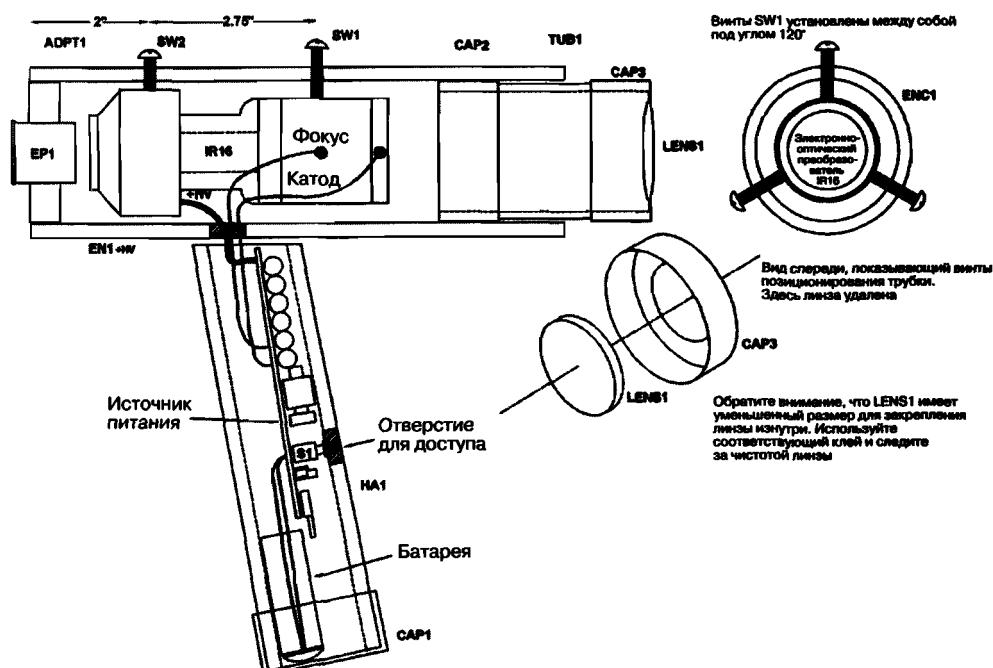

Рис. 23.4. Вид устройства, показывающий внутреннее строение в рентгеновских лучах
3. Изготовьте корпус EN1 из трубы PVC длиной 17,78 см с внутренним диаметром 6,03 см. Обратите внимание на отверстие около рукоятки HA1 для подвода проводов высокого напряжения к трубке от платы источника питания и отверстия для фиксации и центровки трубы с резьбой $\frac{1}{4}$ -20 (рис. 23.4). Три отверстия расположены по радиусу под углом 120°.